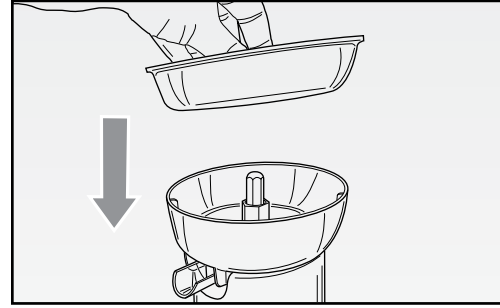
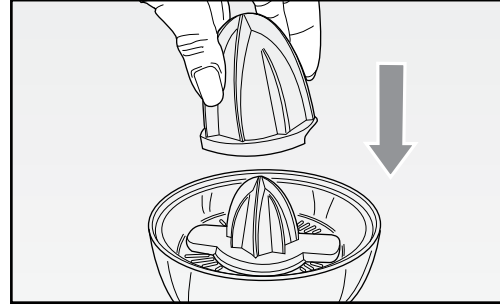

Fig. 4
Fig. 5
- Wstawić filtr (D) na d kanalikiem (E) (Rys.4) i następnie ustawić stożek wyciskający sok na trzpieniu. (F) (Rys.5).
- Установить фильтр (D) внутри ёмкости (E) (Рис. 4), и поставить конус на ось (F) (Рис. 5).